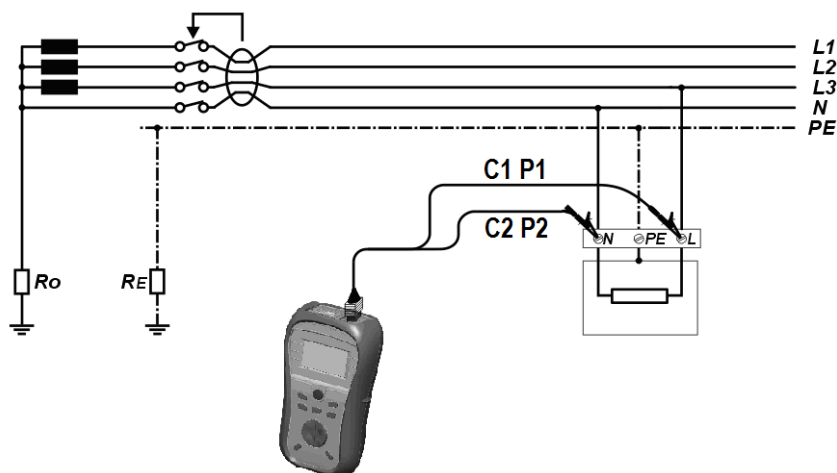

Рисунок 6.9: Схема подключения при измерении напряжения
- Подсоедините измерительные наконечники или зажимы типа «крокодил» к клеммам C1, P1 и C2, P2 и подключите их к точкам измерения (см. Рисунок 6.9).